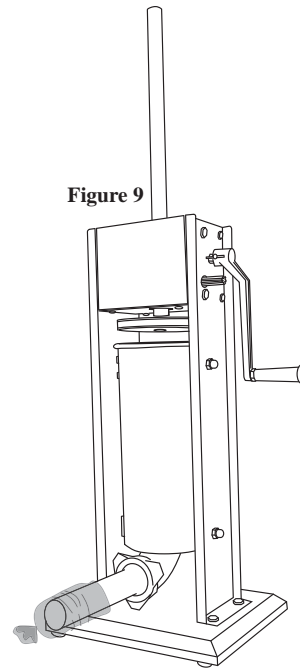

Figure 9
6. Glissez l'enveloppe sur l'extrémité de l'**entonnoir de bourrage** jusqu'à ce que l'enveloppe entière soit passée sur l'**entonnoir** (Figure 9).